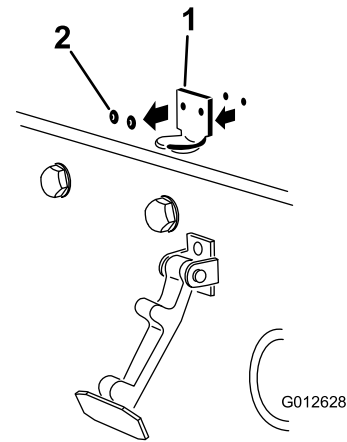

Bild 7
2. Entfernen Sie die zwei Niete, mit denen die Halterung des Motorhaubenriegels an der Motorhaube befestigt ist (Bild 7).